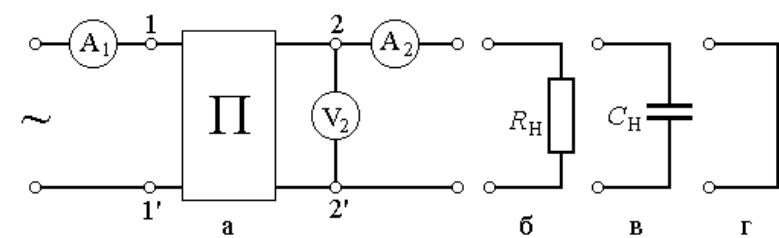
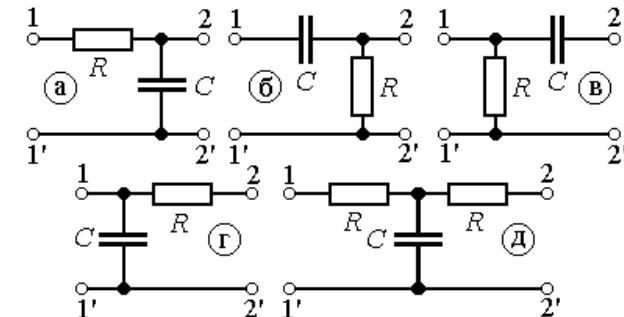

Рис. 8.3
Рис. 8.4
Электрическая цепь, схема которой показана на рис. 8.3, питается от источника синусоидального напряжения с ЭДС 24 В и частотой 50 Гц.
Исследуемый четырехполюсник собирается из резистора  $R = 2,2 \text{ кОм}$  и конденсатора  $C = 1 \text{ мкФ}$  по одной из Г-схем или из двух резисторов  $R = 1 \text{ кОм}$  и конденсатора  $C = 1 \text{ мкФ}$  по Т-схеме, которые показаны на рис. 8.4. Номер схемы (а–г) выбирается по табл. 8.1 согласно варианту, указанному преподавателем. В качестве нагрузки ис-
пользуются либо резистор  $R_H = 1$  кОм (рис. 8.3,б), либо конденсатор  $C_H = 0,47$  мкФ (рис. 8.3,в), что отмечено в той же таблице.
В режиме холостого хода нагрузка отключается (рис. 8.3,а), а в режиме короткого замыкания (рис. 8.3,г) заменяется переходником (в виде штепсельной вилки).
2. Собрать электрическую цепь по схеме рис. 8.3 (прямое включение четырехполюсника из вариантов, показанных на рис. 8.4).
5. Поменять местами в схеме рис. 8.3 входные и выходные зажимы четырехполюсника (обратное включение). Повторить опыты холостого хода и короткого замыкания. Показания приборов внести в табл. 8.3. Туда же записать результаты вычислений  $Z_{2X}$  и  $Z_{2K}$ , которые подсчитываются аналогично входным сопротивлениям при прямом включении.